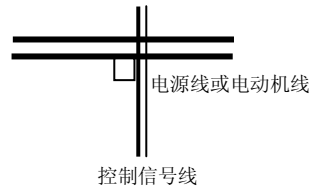

图 3-14 系统配线要求
- (1) 变频器到电动机的线缆(U、V、W 端子引出线)应尽量避免与电源线(R、S、T 或 R、T 端子输入线)平行布线。应保持 30 厘米以上的距离。
- (2) 变频器输出 U、V、W 端子三根电机线尽量置于金属管或金属布线槽内。
- (3) 控制信号线应采用屏蔽电缆，屏蔽层与变频器 PE 端相连，靠近变频器侧单端接地。
- (4) 变频器 PE 端接地电缆不得借用其它设备接地线，必须直接与大地相连。
- (5) 控制信号线不能与强电电缆(R、S、T 或 R、T 与 U、V、W)平行近距离布线，不能捆扎在一起，保持 20~60 厘米(与强电电流大小有关)以上的距离。如果要相交，则应相互垂直穿越，如图 3-14 所示。
- (6) 控制信号和传感器等弱电接地线必须与强电接地线分别独立接地。
- (7) 禁止在变频器电源输入端(R、S、T 或 R、T)上连接其它设备。